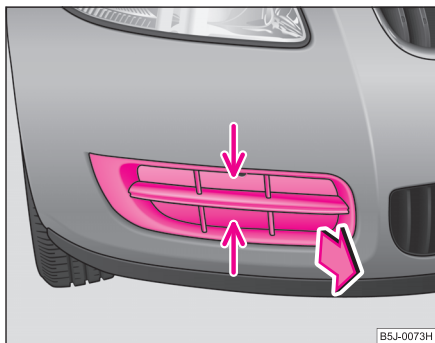

Abb. 163 Vorderer Stoßfänger: Schutzgitter
- Greifen Sie das Schutzgitter an der mit Pfeil gekennzeichneten Stelle an und nehmen Sie es heraus ⇒ Abb. 163.